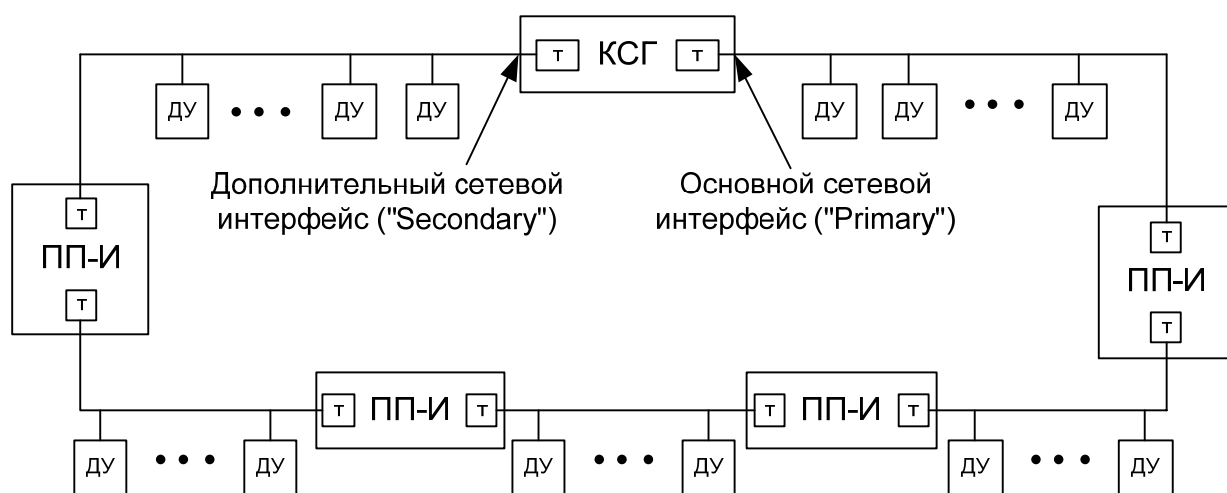
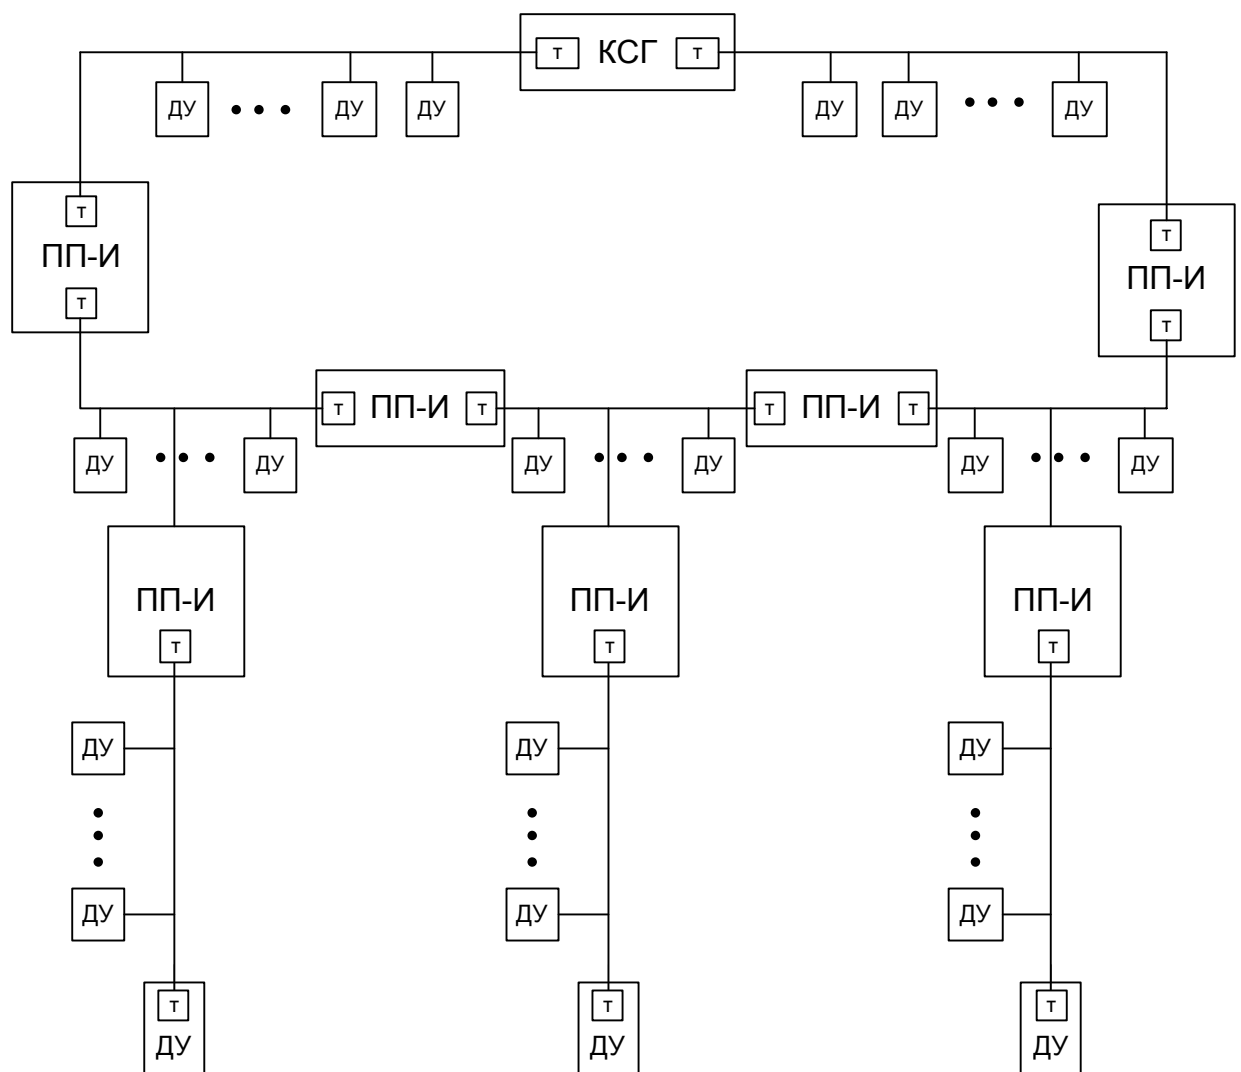
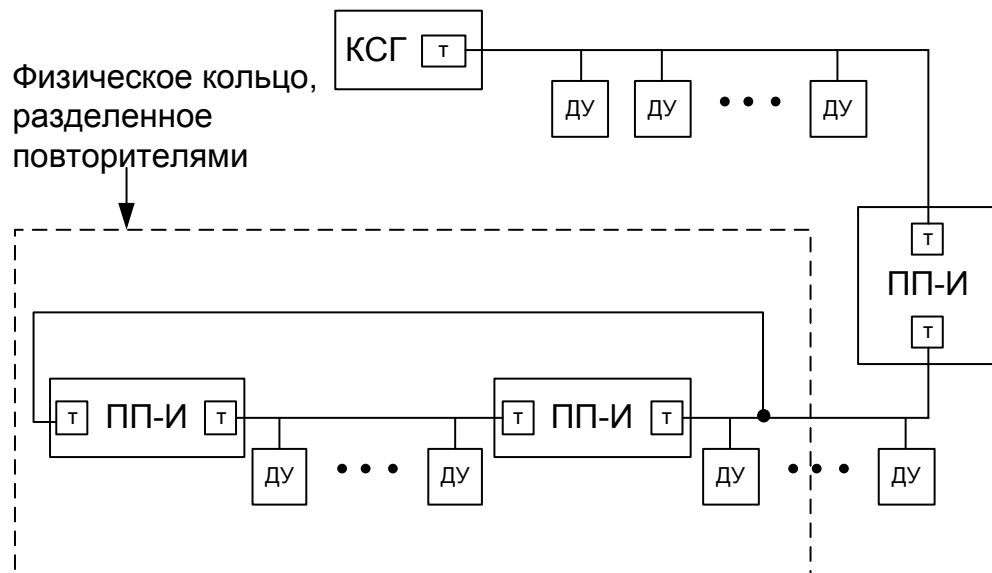

Рисунок 3 Кольцевая топология
Рисунок 4 Пример построения свободной топологии
Рисунок 5 Пример недопустимого варианта кольцевой топологии
- Образование "колец" в топологии допускается только для случая с использованием дополнительного трансивера КСГ "РРОП-И" (см. Рисунок 3, Рисунок 4). В других случаях (например, см. Рисунок 5) образование "колец" не допускается.
- Не допускается образование "колец" в топологии сети, если в "закольцованном" участке линии имеются повторители (Рисунок 5). При необходимости построить топологию "кольцо" следует использовать дополнительный трансивер КСГ (Рисунок 3).